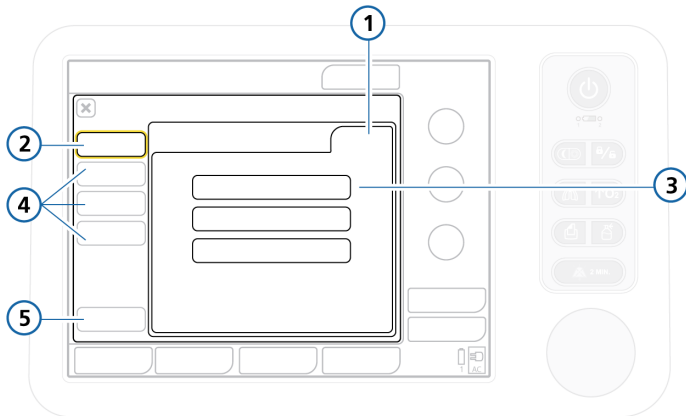

图 I-9. 设置配置窗口
显示通用设置配置窗口（图 I-9）。注意，左侧面板中的按钮现在变为用于访问设置选项。
5. 通过触摸相应的按钮，选择配置设置以应用此设置 (图 I-9)：